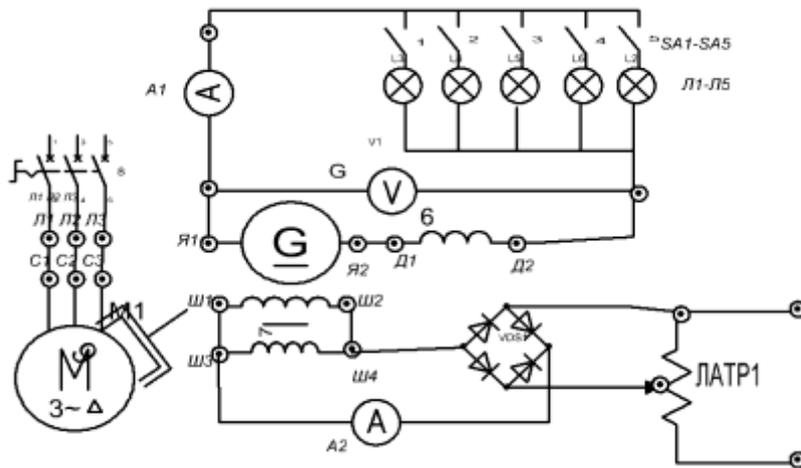

Рис.1.Схема включения генератора постоянного тока независимого возбуждения
2. Собрать схему по рис.1 и после проверки ее преподавателем произвести пробный пуск генератора; проверить возможность регулирования напряжения и нагрузки генератора.